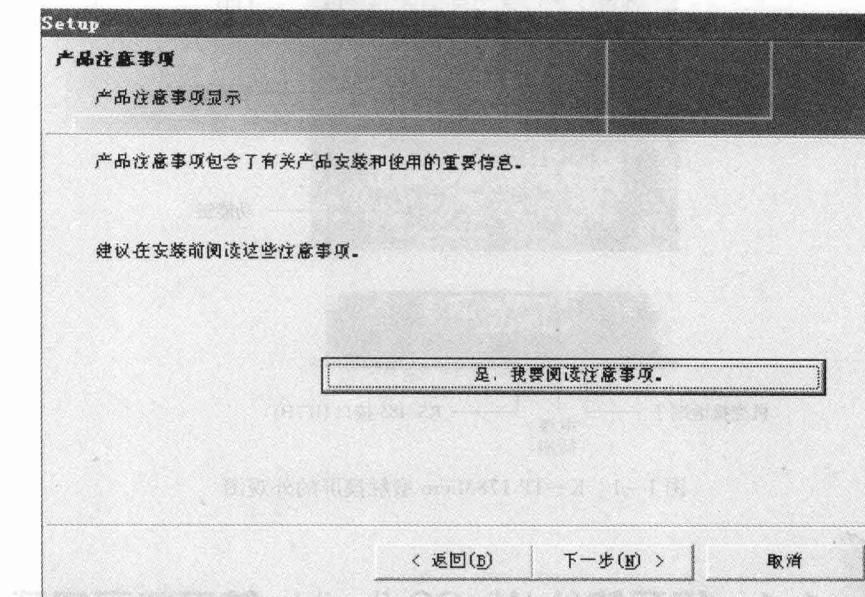
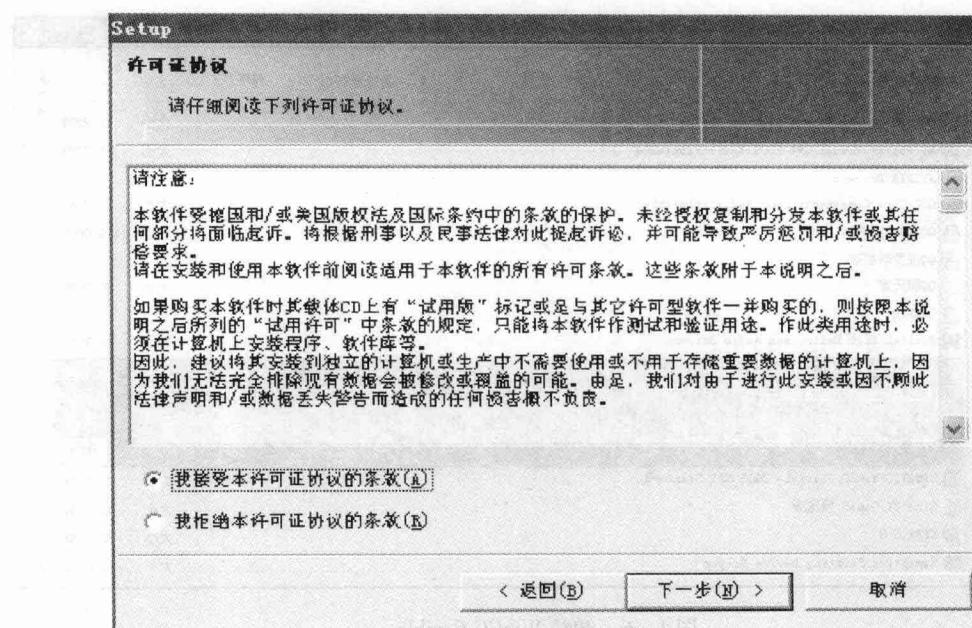
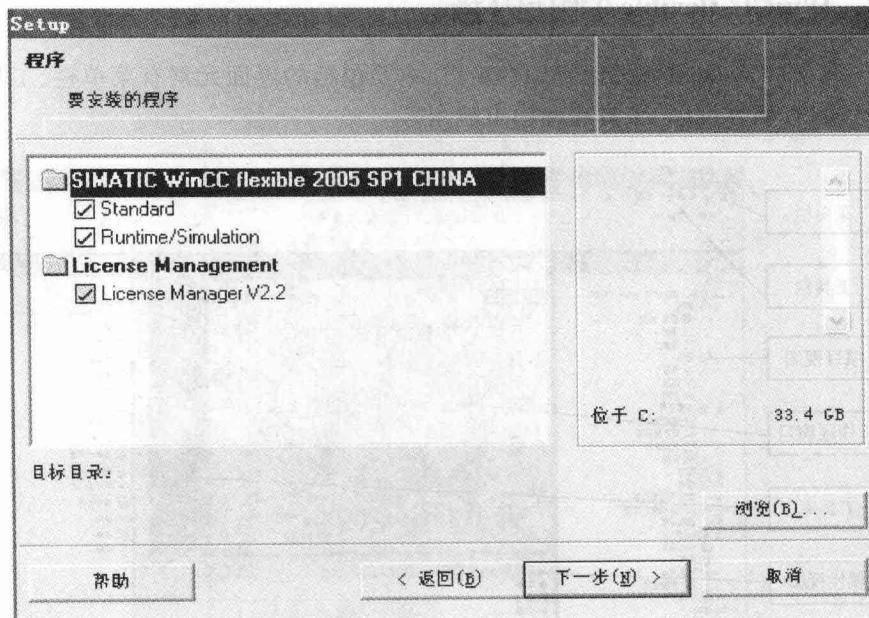

图 1-3 产品注意事项对话框
图 1-4 许可协议对话框
图 1-5 选择所需要的组件对话框
双击如图 1-2 所示的 Setup.exe 图标, 打开如图 1-3 所示产品注意事项对话框。
② 在如图 1-3 所示中, 单击“下一步”按钮, 进入如图 1-4 所示的许可证协议对话框。
③ 在如图 1-4 所示中, 单击“下一步”按钮, 进入如图 1-5 所示的对话框, 选择所需要的组件。单击“下一步”按钮, 系统会自动进行安装。